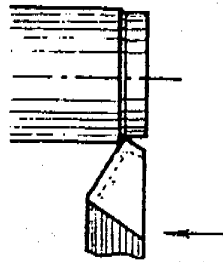

Figura 12
- a. Con avance manual, haga un rebaje de aproximadamente 3 mm (Figura 12).